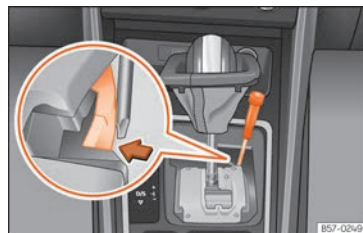

Fig. 53 Palanca selectora: desbloqueo de emergencia en la posición de aparcamiento.
- Con ayuda de un destornillador, presione lateralmente la pestaña amarilla de desbloqueo y manténgala presionada » » » fig. 53 .